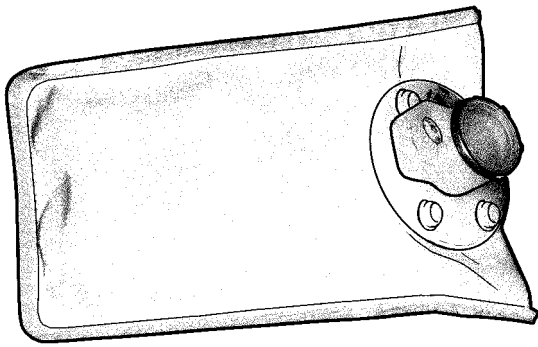

Abb. 4.17. Siebfilter
3. Mit einem flachen Schraubenzieher (Abb. 4.17) den Siebfilter abnehmen. Die Demontage ist in mehreren Schritten so durchzuführen, damit eine minimale Schiefstellung des Siebfilters gesichert wird, um die mögliche Beschädigung des Eingangsstutzens und der EKP-Verrastung auszuschließen.